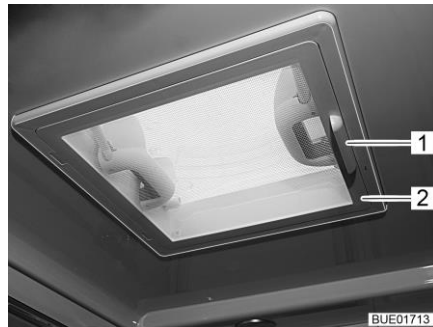

Fig. 124 Lanterneau à pousoirs
- Faire pivoter la moustiquaire (Fig. 124,2) vers le bas en la maintenant par la poignée (Fig. 124,1).